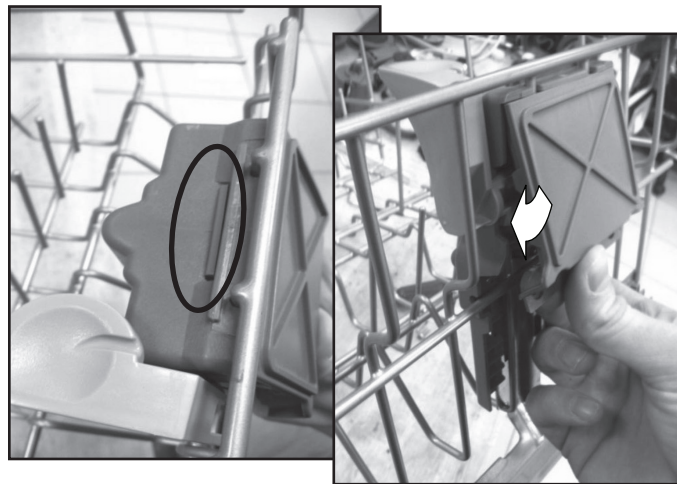

FIGURE 9
11. Une fois le bras du mécanisme de réglage placé contre les tiges verticales et l'actionneur installé, le couvercle du mécanisme de réglage peut être posé. Pour ce faire, insérer la languette au sommet du couvercle du mécanisme de réglage dans la fente correspondante en haut du corps du mécanisme de réglage. Lorsque la languette est dans la fente, incliner le couvercle pour l'emboîter dans le corps du mécanisme de réglage. Un petit tenon souple maintient provisoirement le couvercle avant la pose des vis. Voir la Figure 9.